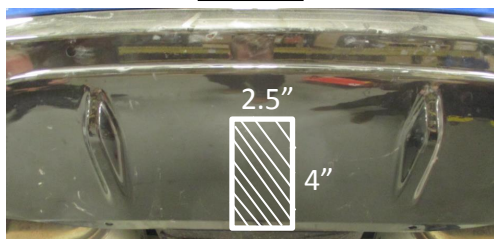

Figure 4
8. Découper le carénage selon la figure 4 et replacer le carénage en inversant l'étape 1, y compris les écrans thermiques, l'échappement et les feux arrière.